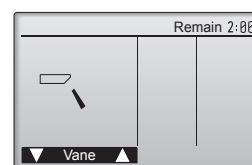

Fig. 7-4
- 2 Prima o botão [OK] para apresentar o ecrã de funcionamento da palheta e depois prima os botões [F1] e [F2] para verificar a palheta automática. (Fig. 7-4)